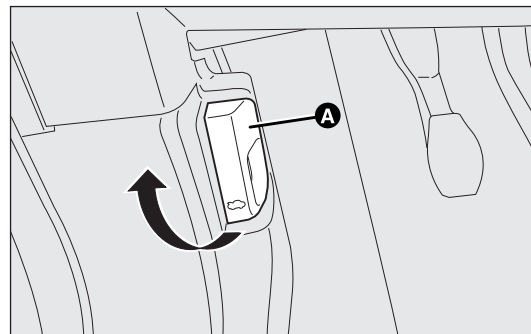

fig. 93
- ☐ tire de la palanca A-fig. 93 hacia el sentido indicado por la flecha;